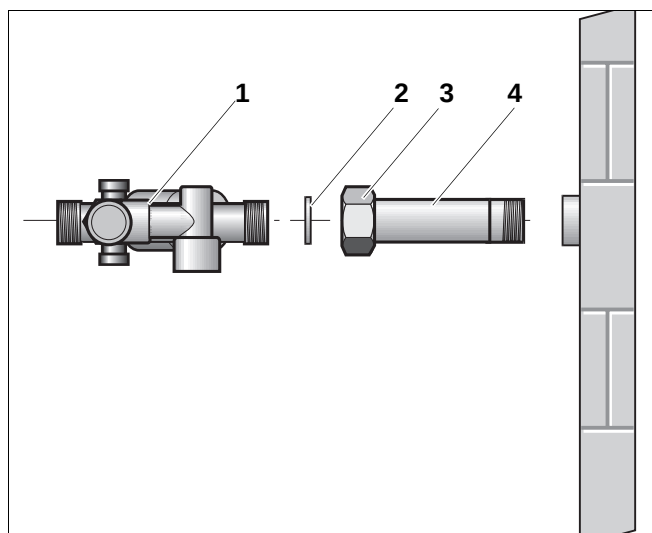

Abb. 15 Sicherheitsgruppe, Unterputzmontage
- Schraubnippel R $\frac{1}{2}$ x 122 mit Überwurfmutter (Abb. 15, Pos. 3 + 4) in den Kaltwasseranschluss mit Hanf eindichten.
- Sicherheitsgruppe (Abb. 15, Pos. 1) mit Dichtung (Abb. 15, Pos. 2) am Schraubnippel anschrauben. Auf Dichtung und Fließrichtung achten!